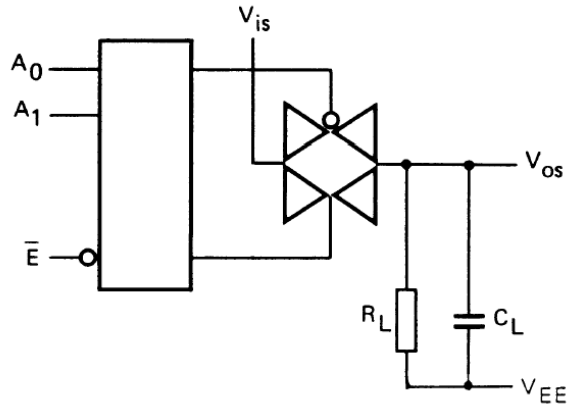

图 3
- $R_L=10K\Omega$ 到 V_{EE} ; $C_L=50pF$ 到 V_{EE} ; $\overline{E}=V_{SS}$; $V_{is}=V_{DD}$ (方波); 如图 3 所示
- $R_L=10K\Omega$; $C_L=50pF$ 到 V_{EE} ; $\overline{E}=V_{SS}$; $An=V_{DD}$ (方波); 测量 t_{PLH} 时 $V_{is}=V_{DD}, R_L$ 到 V_{EE} ; 测量 t_{PHL} 时 $V_{is}=V_{EE}, R_L$ 到 V_{DD} , 如图 3 所示
- $R_L=10K\Omega$; $C_L=50pF$ 到 V_{EE} ; $\overline{E}=V_{DD}$ (方波); 测量 t_{PHZ} 和 t_{PZH} 时, $V_{is}=V_{DD}, R_L$ 到 V_{EE} ; 测量 t_{PLZ} 和 t_{PZL} 时; $V_{is}=V_{EE}, R_L$ 到 V_{DD} ; 如图 3 所示
- $R_L=10K\Omega$ 到 V_{EE} ; $C_L=15pF$ 到 V_{EE} ; \overline{E} 或 $An=V_{DD}$ (方波); 干扰是 $|V_{os}|$ (峰值); 如图 3 所示